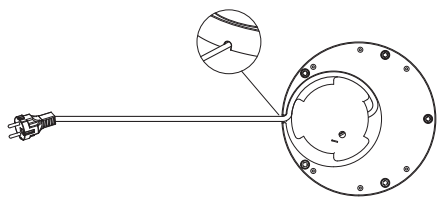

Fig. 2
- Para estender o cabo eléctrico, desenrole-o manualmente do respectivo enrolador. Regule o comprimento de cabo necessário para chegar à tomada de corrente, fazendo-o sair da sede própria. (fig. 2)